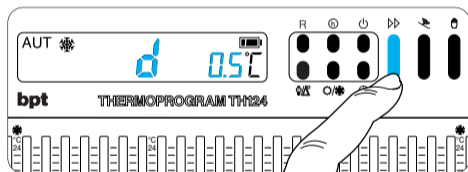

Fig. 14
**4.2** - Premere il pulsante  $\text{R}$  (fig. 14) sino a che non si raggiunge il valore desiderato. Dopo circa 10 s o premendo il pulsante  $\text{R}$  sul display vengono visualizzate l'ora e la temperatura ambiente.